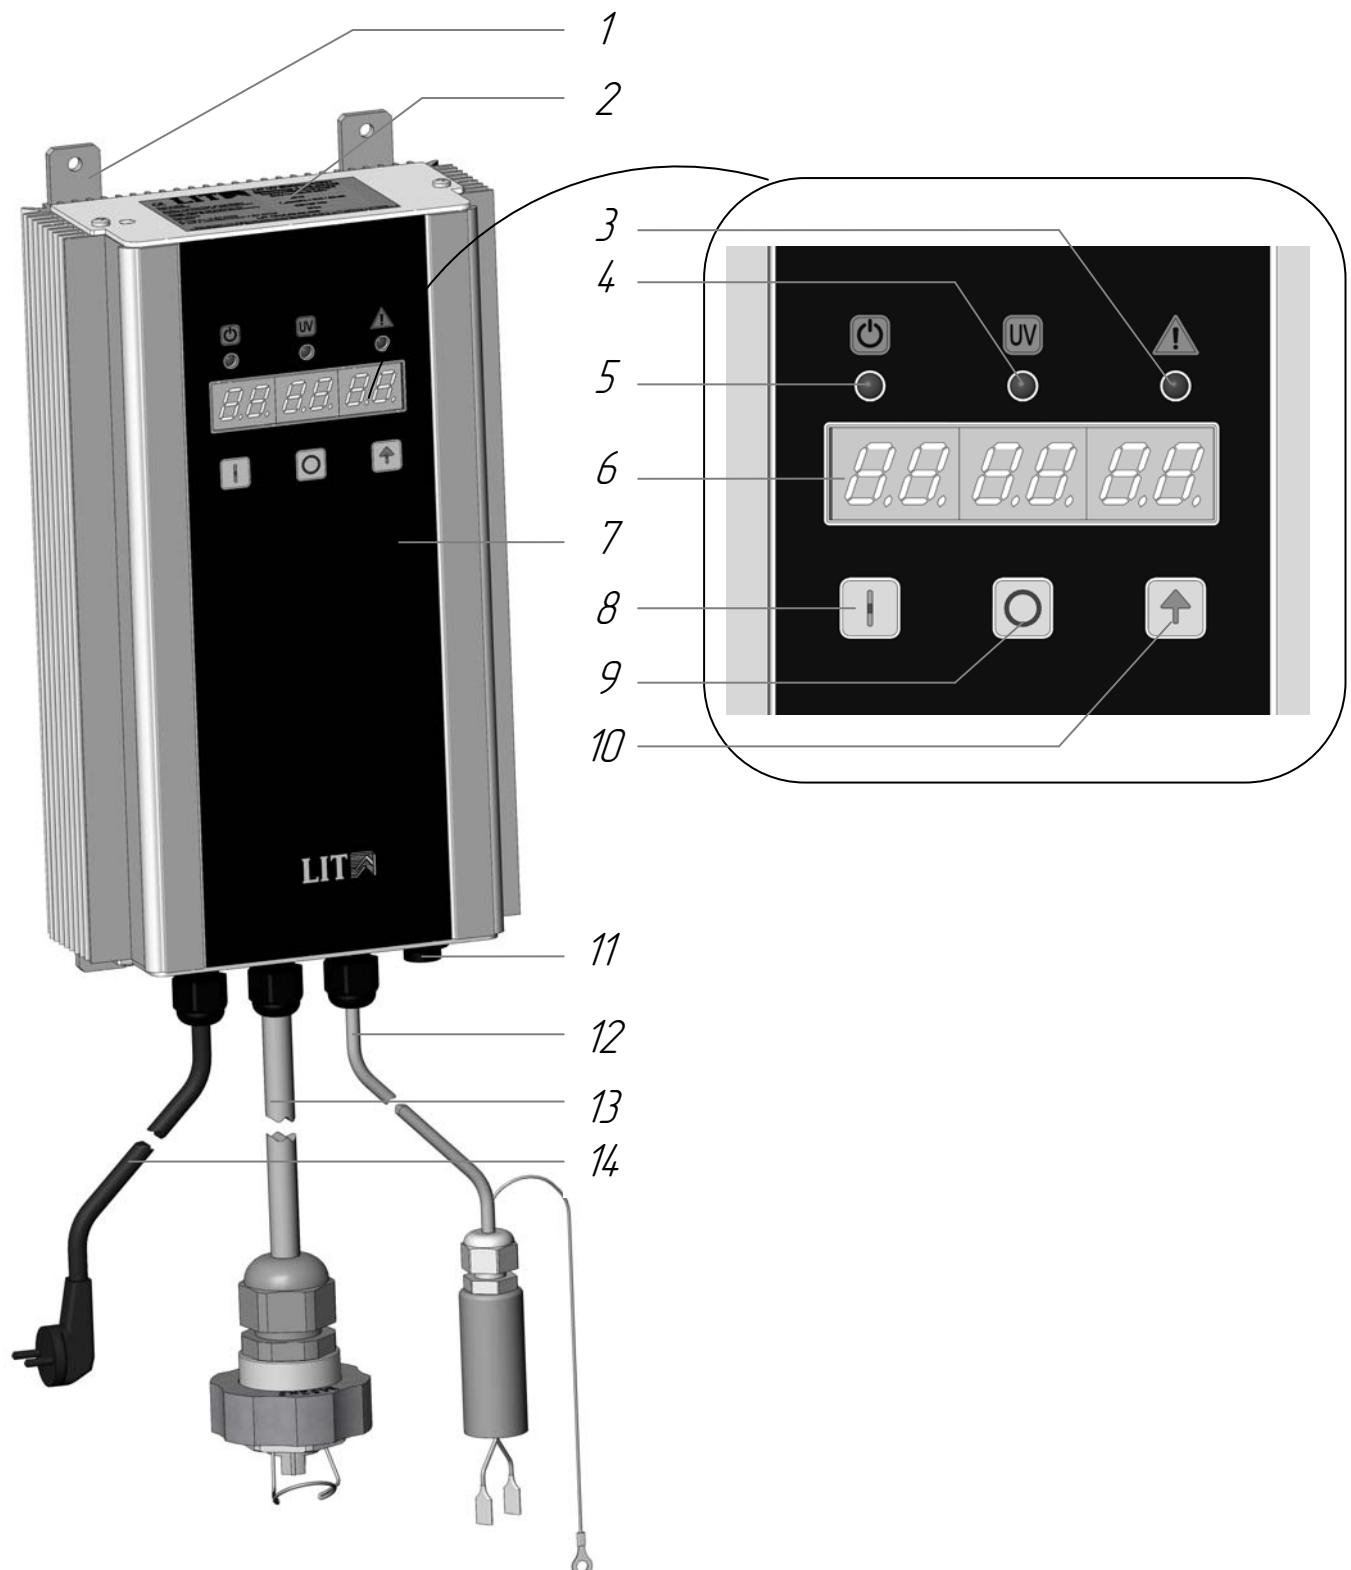

Рисунок 2. Пульт управления
| Рисунок 2. Пульт управления | 10 |
- ПУЛЬТ УПРАВЛЕНИЯ (см. Рисунок 2) предназначен для управления установкой и контроля за её работой, а также для размещения электронного пускорегулирующего аппарата (ЭПРА).
Пульт управления обеспечивает выключение УФ лампы при обнаружении аварийных состояний с отображением на дисплее 6 (см.Рисунок 2) кода ошибки. В таблице 4 представлены сообщения об ошибках, вероятные причины и методы их устранения. Ошибки с кодами «E» и «F» сбрасываются только отключением питания пульта управления. При других ошибках пульт управления можно выключить нажатием кнопки «» или повторно перезапустить нажатием кнопки «».
| Error0 | Перегрев камеры обеззараживания | Проверить поступление воды в установку, проверить контакты термостата. После устранения причины перегрева включить пульт управления в сеть и произвести включение УФ лампы нажатием кнопки «  » (поз. 8 см. Рисунок 2). |
| Error1 | Перегрев пульта управления | Проверить соблюдения температурного режима и вентиляции вблизи пульта управления. После устранения причины перегрева включить пульт управления в сеть и произвести включение УФ лампы нажатием кнопки «  » (поз. 8 см. Рисунок 2). При повторении – на ремонт. |
| Error4 | Самопроизвольное погасание лампы ¹ | Перезапустить пульт управления нажатием кнопки «  » (поз.8 Рисунок 2). Заменить лампу (см. п.8.1, п.8.2). |
| Error6 | Неисправность пульта управления | Перезапустить пульт управления нажатием кнопки «  » (поз.8 Рисунок 2). При повторении – на ремонт. |
| Error8 | Не определена | Перезапустить пульт управления нажатием кнопки «  » (поз.8 Рисунок 2). При повторении – на ремонт. |
| ErrorC | Бесконечный прогрев | Перезапустить пульт управления нажатием кнопки «  » (поз.8 Рисунок 2). При повторении 3- на ремонт. |
| ErrorD | Пульт управления не включается | Перезапустить пульт управления нажатием кнопки «  » (поз.8 Рисунок 2). При повторении – на ремонт. |
Пульт управления имеет возможность дистанционной блокировки работы лампы с отображением на дисплее (поз. 6 см. Рисунок 2) сообщения « OFF di ». Допускается использование контакта реле или электронного ключа с падением напряжения не более 2В при токе 5mA. Если во время работы произойдет размыкание цепи дистанционного выключения, лампа выключится, световой индикатор «работа» (см. Рисунок 2) погаснет, а на дисплее 6 (см. Рисунок 2) отобразится надпись « OFF di ». При замыкании цепи пульта управления, если до этого он был включен вручную, автоматически перейдет в режим предварительного прогрева и далее работы лампы.
Пульт управления имеет встроенный счетчик времени наработки лампы в часах. При наработке более 12000 часов дисплей 6 (см. Рисунок 2) мигает, сигнализируя о необходимости замены лампы. Точность подсчета времени ±3%. После замены УФ лампы на новую счетчик наработки нужно обнулить.